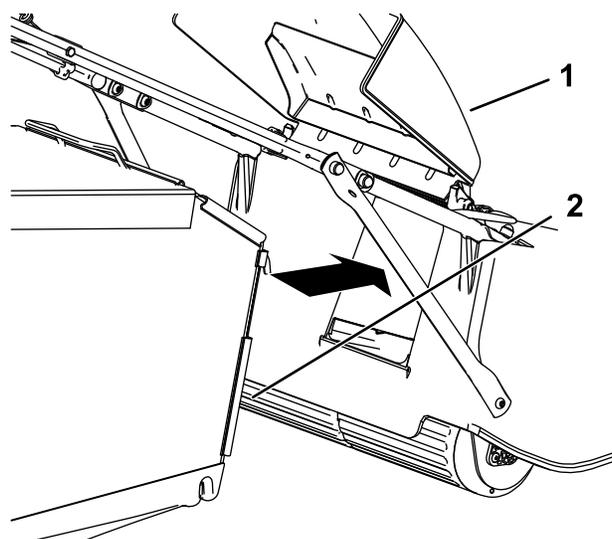

Figura 19
3. Agganciate il cesto di raccolta nella relativa sede (Figura 19).